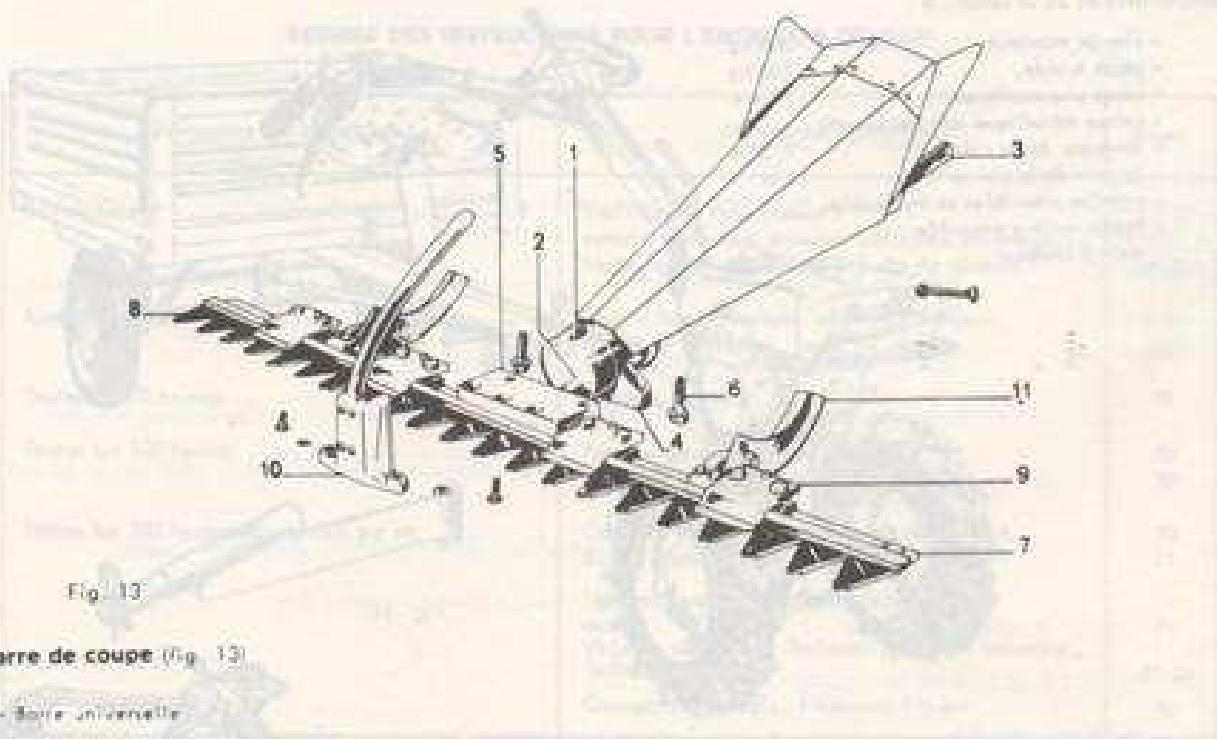

Fig. 13.
c) Mécanisme de barre de coupe (Fig. 13)
b) Barre de coupe (fig. 13)